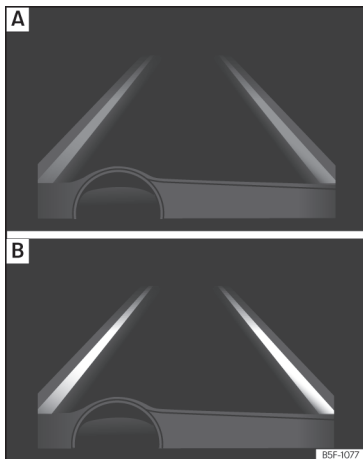

Fig. 267 Sur l'écran du combiné d'instruments : indication sur l'écran de l'assistant de maintien de voie [exemple 1].
- L'assistant est activé, mais indisponible car la vitesse minimale n'a pas été atteinte ou car il ne reconnaît pas les lignes des voies »» fig. 267 A.
- L'assistant est activé et disponible, il reconnaît les deux lignes de la voie. Il n'est pas en train de corriger la trajectoire »» fig. 267 B.